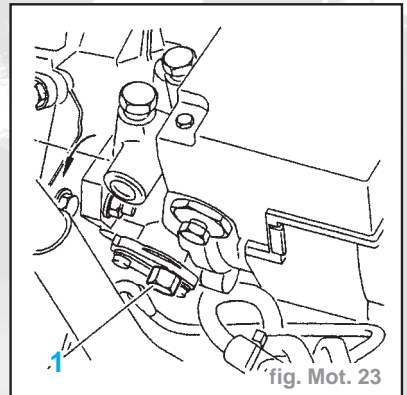
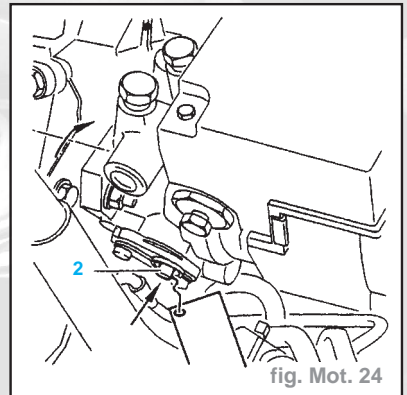

fig. Mot. 23
fig. Mot. 24
- Déposer le bouchon (1) de l'orifice de calage (fig. Mot. 23).
- Positionner l'outil (2) (9043-T) dans l'orifice de calage (fig. Mot. 24).
- Tourner la pompe vers l'intérieur du moteur, exercer une pression sur l'outil (2) jusqu'à enfoncement de celui-ci.
- Déposer l'outil (2) du trou de calage.
- Reposer le bouchon (1) (fig. Mot. 23).